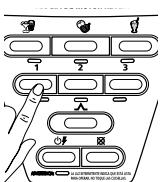

Fig. 25
1. Pressione o botão da velocidade 1 para usar o aparelho velocidade baixa Fig. 25).